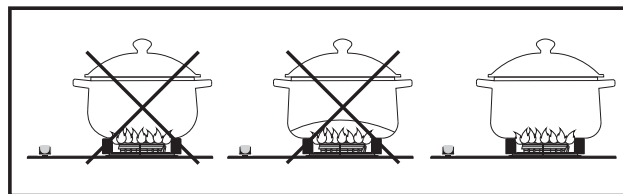

Fig. 2
- Não se deve colocar sobre os queimadores panelas instáveis ou deformadas, as quais poderão virar ou transbordar (fig. 2).